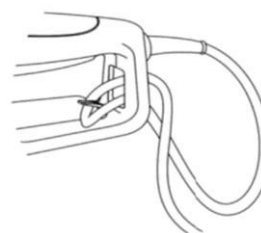

Рис. 5.
1. Пропустить петлю удлинителя через отверстие в задней рукоятке электропилы и накинуть на крюк (см. рис.5).